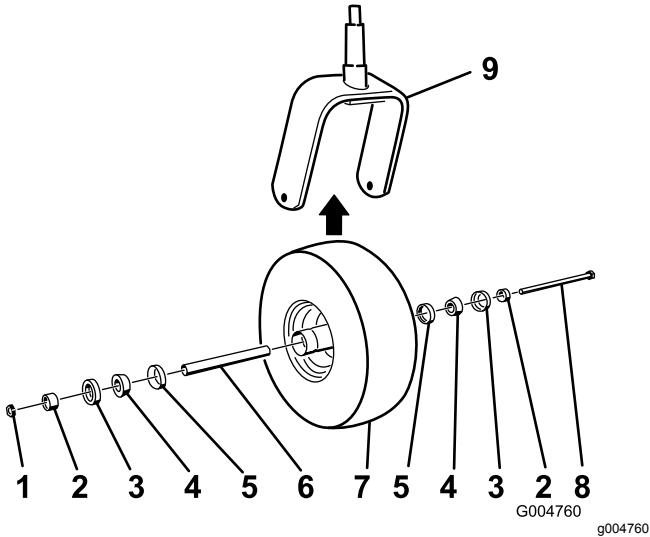

図 41
- 端子ボルトからナットを外す図 41。
- コーンベアリングにグリスをパックし、ベアリングとシールをホイールハブに入れ、図 41 に示すようにキャスタホイールを組み付ける